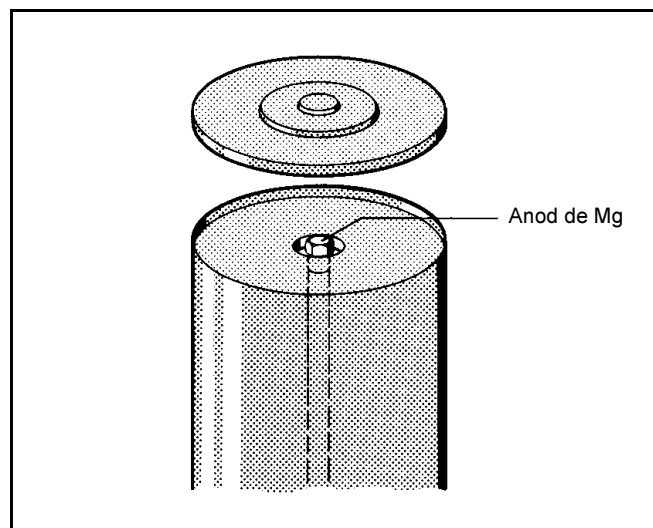

Fig. 10 SU 160 / 200
- Verificați dacă anodul de magneziu este în așa fel montat astfel încât legătura electrică dintre anod și boiler să fie garantată (Fig. 10).
- Se închide alimentarea cu apă rece, se deschide ventilul de golire (EL). Pentru accesul aerului se deschide un robinet poziționat mai sus.
- Se demontează anodul de magneziu și se verifică modul de prindere al anodului (SU 160/200, (Fig. 10 și 12).